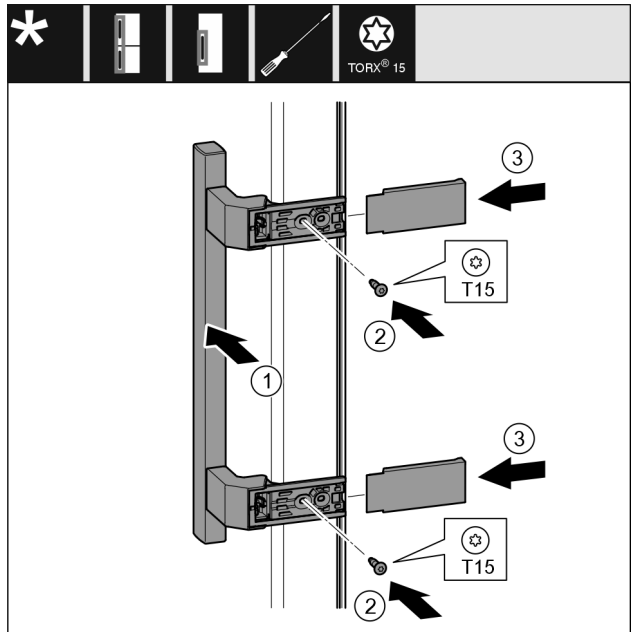

Fig. 19
- Sätt handtaget Fig. 19 (1) på plats på motsatta sidan.
- Skruva fast skruvarna Fig. 19 (2) med skruvmejsel.
- Sätt an skydden Fig. 19 (3) på sidan och skjut på dem.